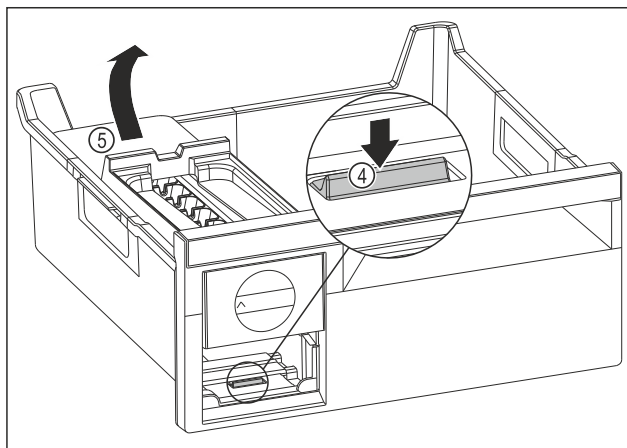

Fig. 111
- ▶ Изваждане на корпуса на EasyTwist-Ice: Натиснете езичето Fig. 111 (4) с пръст надолу и едновременно с това с другата ръка повдигнете корпуса на EasyTwist-Ice Fig. 111 (5) отзад.